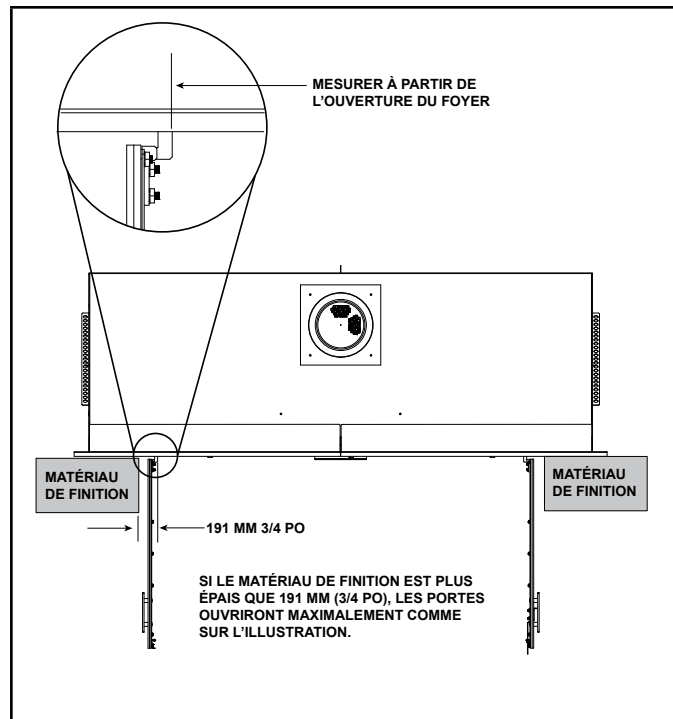

Figure 10.14 Dégagement latéral minimum pour les portes opérables
**REMARQUE :** La figure 10.14 présente le dégagement minimum entre l'ouverture du foyer et les matériaux de finition plus épais que 25 mm (1 po) pour l'utilisation des portes. Le dégagement de 19 mm (3/4 po) permettra aux portes d'ouvrir à 90 degrés. Augmenter le dégagement entre l'ouverture du foyer et les matériaux de finition permettra aux portes d'ouvrir au-delà de 90 degrés.